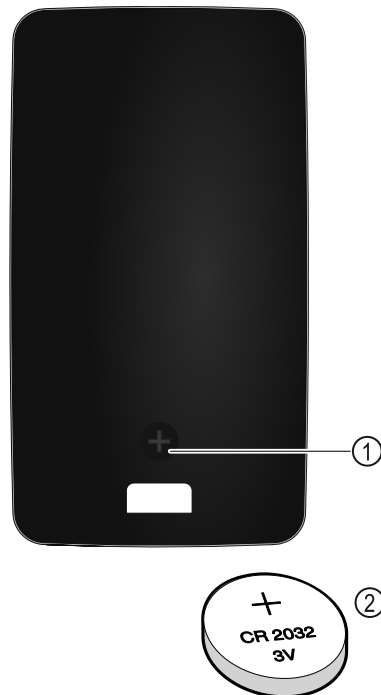

Fig. 223
Opskrbu elektroenergijom daljinskog upravljača pruža baterija tipa CR 2032 od 3 V Fig. 223 (2) koja je dostupna u specijaliziranim trgovinama.
- ▶ Odvrtite vijak Fig. 223 (1) na stražnjoj strani daljinskog upravljača.